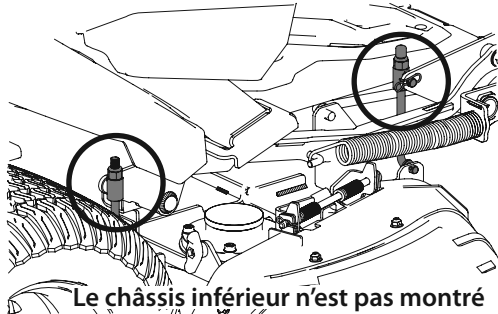

Figure 42
5. Les écrous de réglage sont sur les tiges de relevage du plateau de coupe de chaque côté de la tondeuse. Un écrou est placé sur chaque côté avant du plateau, entre la plateforme et le tube inférieur du châssis. Un écrou se trouve sur chaque côté arrière du plateau, près du devant de la roue arrière. Voir Figure 42.